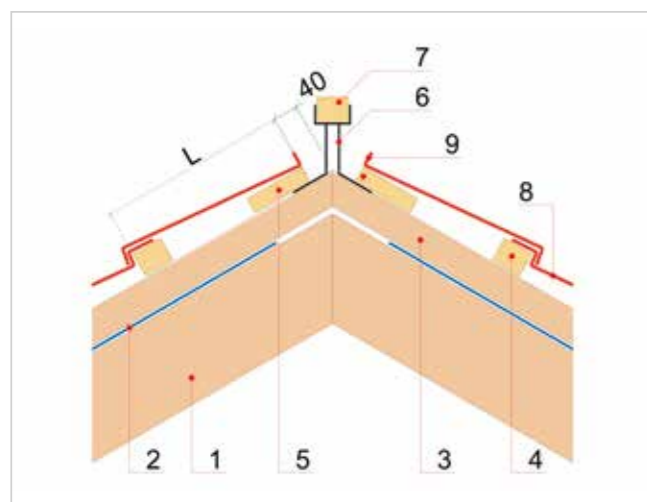

Рисунок 20
5.5.4 При монтаже верхних неполноразмерных панелей измеряется расстояние (L) от нижнего края нижнего бруска до верхнего края верхнего бруска шаговой обрешетки (линия сгиба) (Рисунок 20). К этому расстоянию добавляется 20 мм (линия реза). Панели подгибаются и режутся, далее крепятся к нижнему и верхнему брускам шаговой обрешетки.